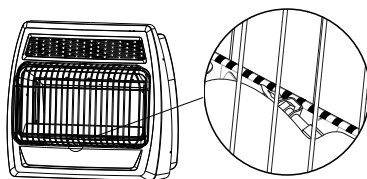

Fig. 24: ubicación de la llama del piloto
6. Con la perilla de control presionada, presione el botón del encendedor hasta que el piloto se encienda. El piloto es visible, centrado debajo de las placas, detrás de la rejilla frontal. (Consulte la Fig. 24 en la página 51)
7. Mantenga presionado el control durante (30) segundos después de que el piloto se encienda. Suelte la perilla de control.
6. Con la perilla de control presionada, presione el botón del encendedor hasta que el piloto se encienda. El piloto es visible, centrado debajo de las placas, detrás de la rejilla frontal. (Consulte la Fig. 24)